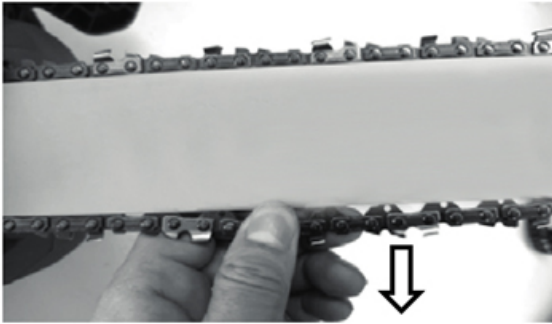

Рисунок 9. Схема перевірки натягнення ланцюга.
2. Взяти рукою нижню частину ланцюга та потягнути її униз – направляючі ланок ланцюга не мають вийти за межі напрямної «шини» (рис. 9). Зазор між напрямними ланками ланцюга та «шиною» – повинен бути в межах 1-3 мм.